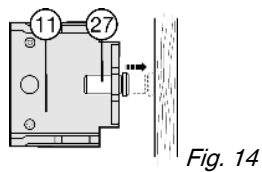

Fig. 14
- Positionner la vis de réglage Fig. 14 (27) dans le support central Fig. 14 (11) contre le côté latéral du meuble.